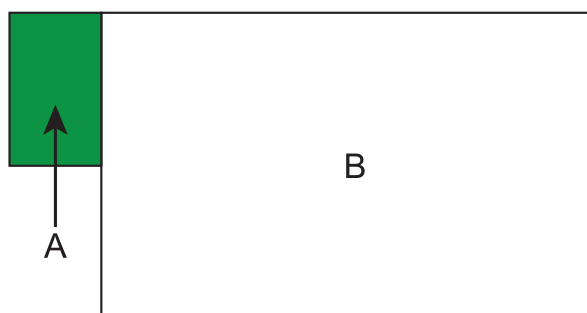

Figura 18
Se l'etichetta solubile in acqua è visibile e integra, il telino ad alto scorrimento non è stato sottoposto a lavaggio. Se non si è sicuri che un telino ad alto scorrimento Flites sia stato lavato, verificare che l'etichetta verde solubile in acqua (A) cucita sul telino, a sinistra dell'etichetta di cura (B), sia intatta. (Vedere Figura 18) Se l'etichetta (A) è completamente o parzialmente sciolta, il telino ad alto scorrimento deve essere smaltito.